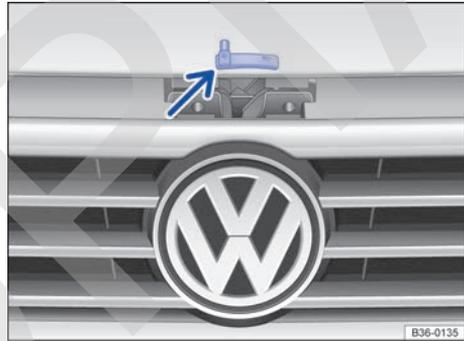

Fig. 250 Encima de la parrilla del radiador: palanca de apertura del capó del motor.
- Levante el capó por la palanca de apertura → fig. 250 (flecha) y ábralo del todo. El capó se mantiene abierto mediante el muelle de gas presurizado.